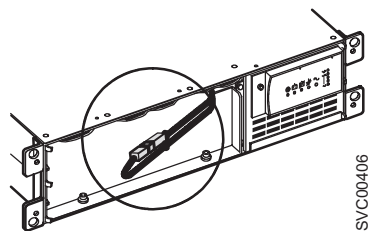

図 278. 2145 UPS 内部バッテリー・コネクタの接続
- b. 内部バッテリー・コネクタを接続します (図 278 を参照)。